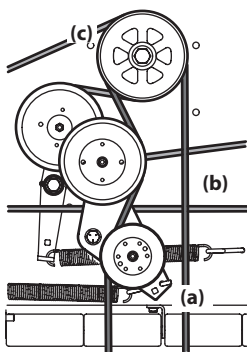

Figure 4-15
3. Insérez un bras de force avec une prise de $\frac{1}{2}$ po dans le support de la poulie de tension (a) et tournez-le vers la droite de l'appareil. Faites glisser la courroie de la prise de force (b) hors de la poulie de la prise de force (c). Voir Figure 4-15.